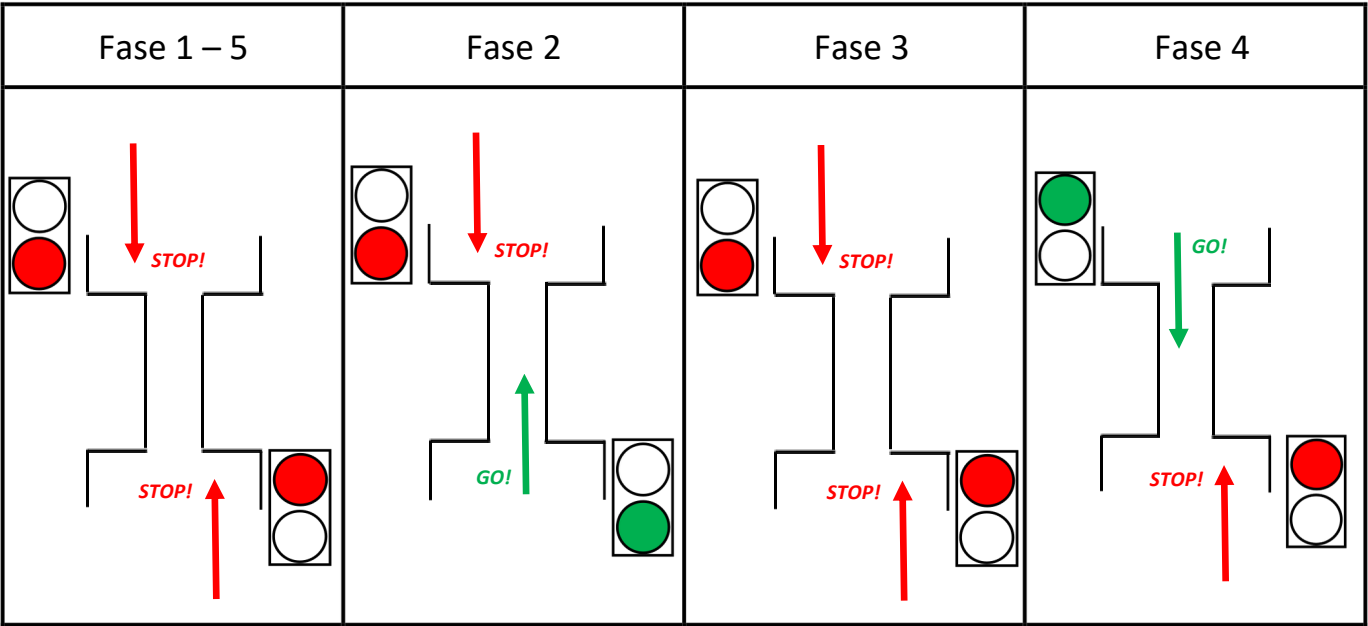

Fig. 6
- Stel trimmer T1 in om de tijdsduur te bepalen waarin beide verkeerslichten op rood moeten blijven staan (fig. 6);
- Stel trimmer T2 in om de tijdsduur te bepalen waarin het ene verkeerslicht op rood staat en het andere op groen (fig. 6);